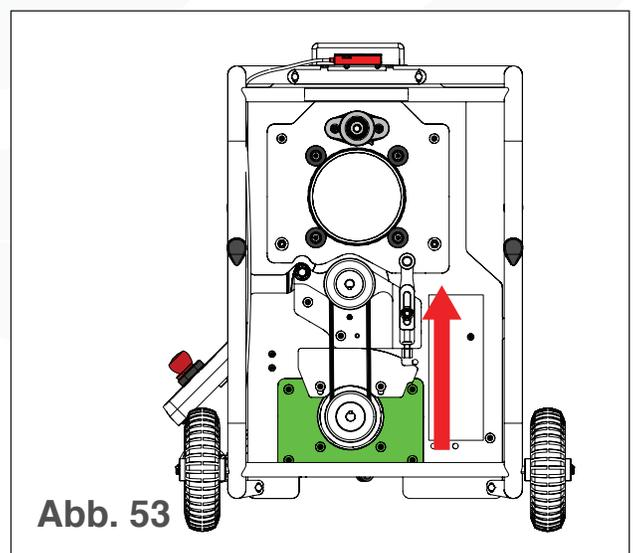

Abb. 53
6. Schieben Sie den Motor nach oben in Richtung der Trommel (siehe Abb. 53).